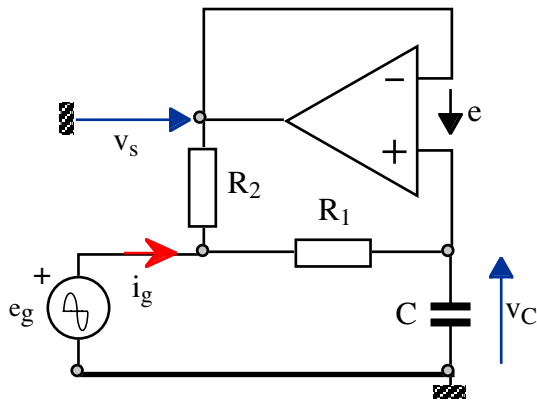

Figure 3
- 5) Déterminer l'expression de l'impédance d'entrée Z_e du montage de la figure 3 vue par le générateur e_g . Il convient d'organiser le résultat sous la forme : $Z_e = a - j b$.